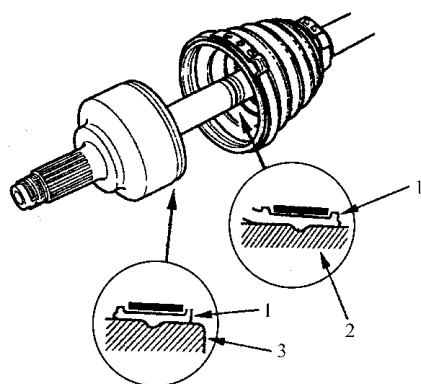

图 6-83 安装护罩
11) 如图 6-83 所示, 将护罩的端部装配到半轴和外球笼上。